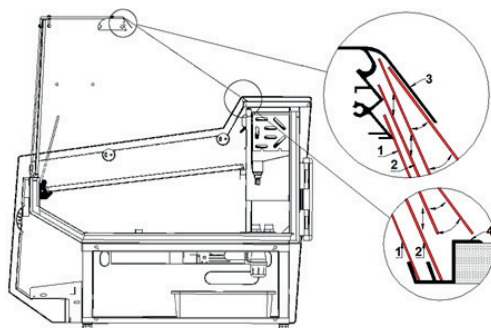

Abb. 5. Montage / Demontage der Nachtdeckungen
1. Die Ausstellungsfächer einstellen, indem diese auf den Aluwinkeln unterstützt werden Abb.5/4;5 (S.32)
HINWEIS: Bei den Vitrinen Typ „Gastro“ ist die universale Salat-Wanne aus der Vitrine herauszubringen Abb.5 (S.32), um sich den freien Zugang zu ABS-Seite zu gewährleisten und die Glasseite mit den Druckschrauben zudrehen Abb.6/1 (S.32).